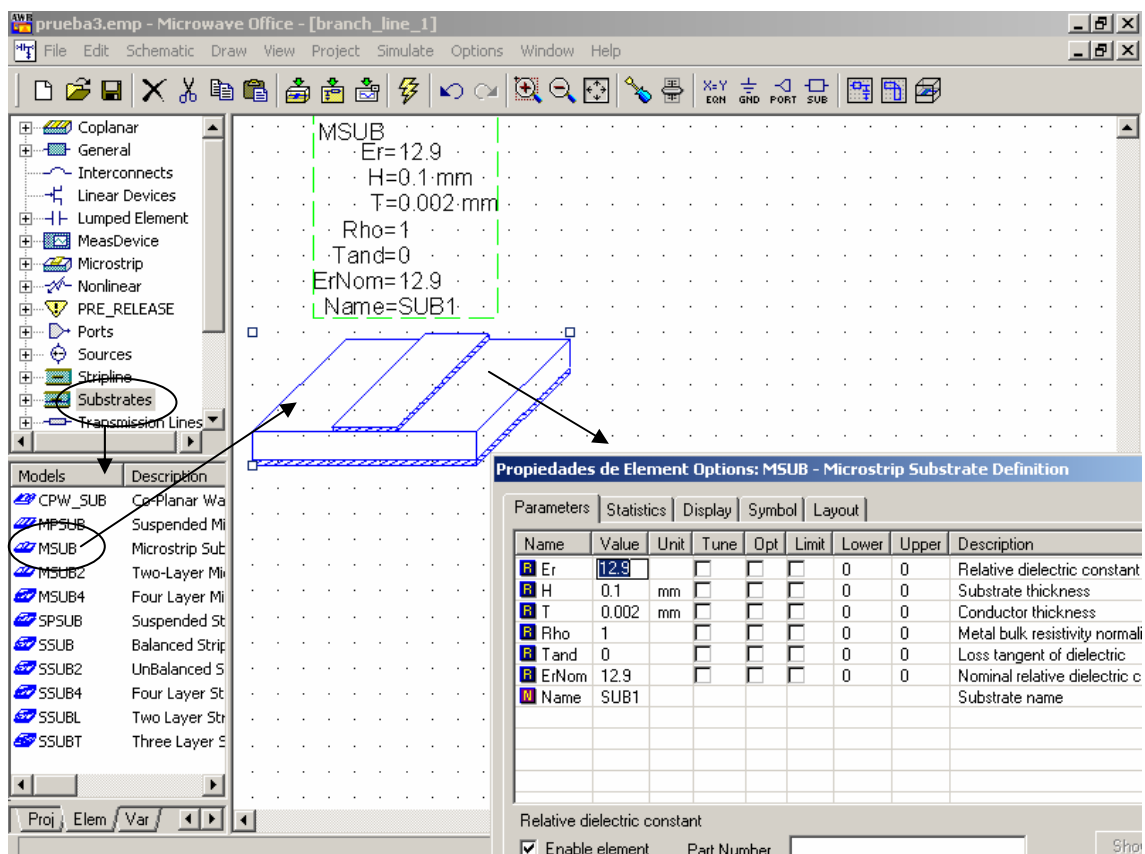

Figura 4: definición de los parámetros del sustrato
En la figura 4 aparece esta tabla, una vez hecho doble click sobre el icono del sustrato. En dicha figura también se aprecia, sobre el icono, el listado de todos los parámetros del sustrato con sus valores correspondientes. Para saber
- c) Haciendo doble click sobre cada elemento del esquemático, aparece una tabla como la de la figura 4, con los valores de cada parámetro definido para ese elemento en cuestión. Ahí también se puede elegir, pinchando la opción “T”, aquellos parámetros a sintonizar.
- b) Haciendo doble click sobre cada elemento del esquemático, aparece una tabla como la de la figura 4, con los valores de cada parámetro definido para ese elemento en cuestión. Ahí también se puede elegir, pinchando la opción “O”, aquellos parámetros a sintonizar.